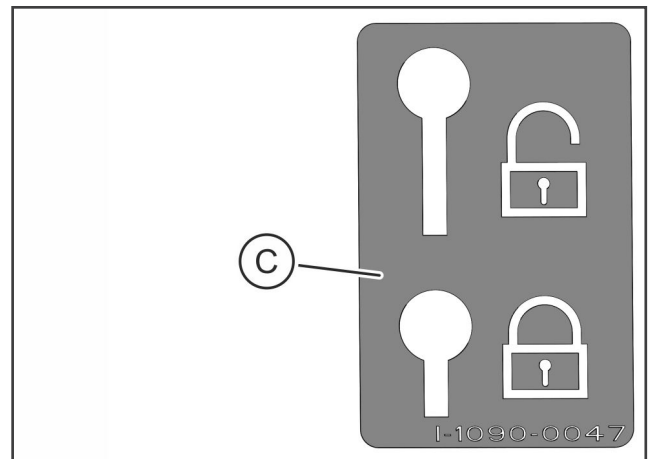

ABB.: 12
ABB.: 12 Der Aufkleber [I-1090-0047] (C) zeigt das Ein-/Ausschalten der Verriegelung. Den Kreuzhebel runter drücken zum Verriegeln und hoch ziehen zum Entriegeln.